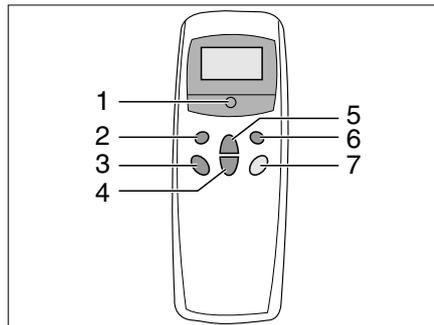

Bild 195 Fernbedienung
Die Klimaanlage ist auf dem Dach des Fahrzeugs angebracht. Die Fernbedienung (Bild 195) für die Klimaanlage befindet sich im Küchenbereich.
- Am Schalter (Bild 195,5) die Fernbedienung einschalten.
- Die gewünschte Betriebsart mit der Taste (Bild 195,1) einstellen.
- Bei Bedarf mit den Tasten (Bild 195,3 und 4) die gewünschte Gebläseleistung und Raumtemperatur einstellen.
- Zum Ausschalten die Taste (Bild 195,5) auf der Fernbedienung erneut drücken.